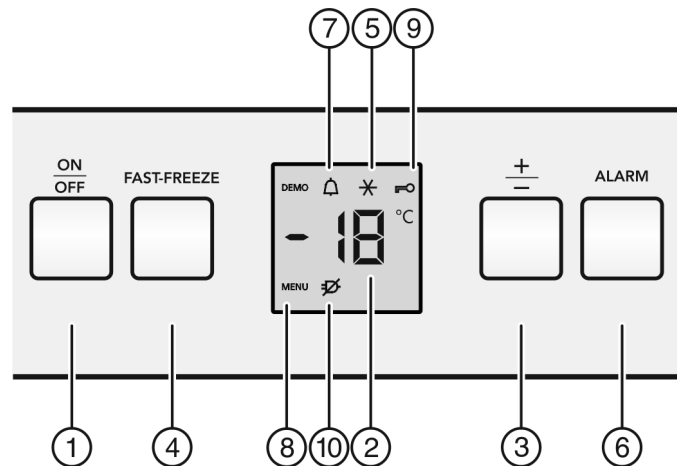

Fig. 2
- Taste On/Off Fig. 2 (1) drücken.
- ▷ Das Gerät ist eingeschaltet. Die Temperaturanzeige und das Symbol Alarm Fig. 2 (7) blinken bis die Temperatur kalt genug ist.
- Taste Fast-Freeze *Fig. 2 (4)* ca. 5 Sekunden drücken.
- ▷ In der Anzeige wird das Symbol Menu *Fig. 2 (8)* angezeigt.
- Mit der Taste Fast-Freeze *Fig. 2 (4)* kurz bestätigen.
- ▷ Das Symbol Kindersicherung *Fig. 2 (9)* leuchtet in der Anzeige.
- Die Taste On/Off *Fig. 2 (1)* kurz drücken.
- Taste Alarm *Fig. 2 (6)* drücken.
Gleichzeitig blinkt die Temperaturanzeige und das Symbol Alarm *Fig. 2 (7)*.
Der Tonwarner verstummt automatisch, das Symbol Alarm *Fig. 2 (7)* geht aus und die Temperaturanzeige hört auf zu blinken, wenn die Temperatur wieder ausreichend kalt ist.